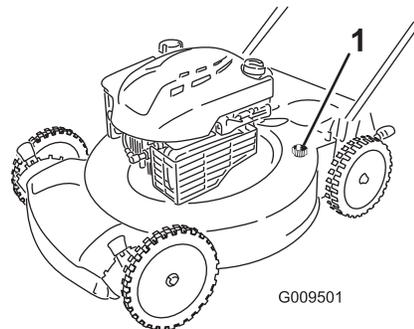

Figura 31
5. Introduzca una manguera de jardín conectada a un grifo en el orificio de lavado de la carcasa del cortacésped (Figura 31).